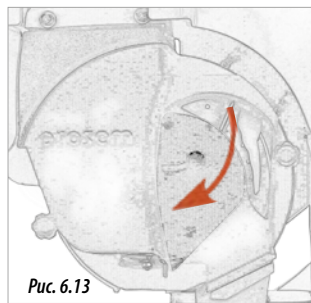

Рис. 6.13
3. Вручную повернуть ведущее колесо в направлении движения. Ослабить круглую ручку и открыть смотровой люк (рис. 6.13), чтобы проверить правильность распределения семян по высевающему диску.